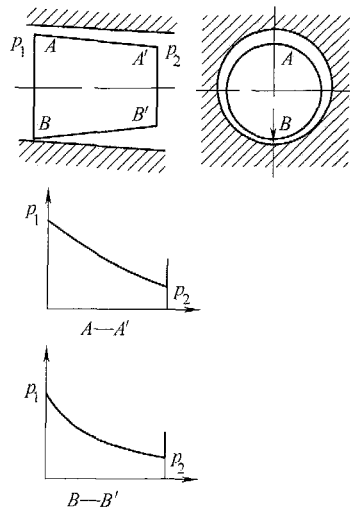

图1 阀芯阀孔配合示意图
(1) 因液压油的温度变化而引起阀孔的变形,从而造成卡紧故障。
(2) 加工和装配方面 因阀芯与阀孔在加工过程中可能存在加工误差,为简单起见,假设阀孔是理想的,但阀芯有加工误差而成一定的锥度,如图1所示。若在装配时,有加工误差的阀芯直径大的一端安放在高压区(图1的左端),直径小的一端在低压区(图1的右端),并且阀芯与阀孔的中心不平行。显然从图可分析出,在阀芯上某点A处沿A—A'的径向间隙是变化的,高压区窄而低压区宽,液压油的泄漏量从A点向A'点流动时,因高压端的间隙小而压降快,低压端间隙大而压降缓慢,即沿A—A'上的压力分布曲线是下凹的。同样,阀芯沿B—B'的径向间隙变化程度更为严重,其压力分布